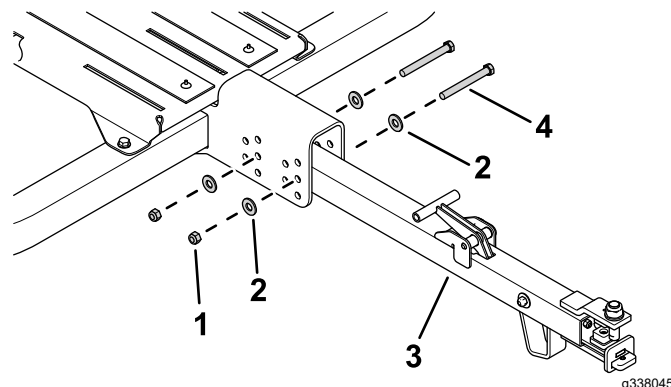

Bild 23
1. Verwenden Sie zwei Schrauben (7/16"), vier Unterlegscheiben und zwei Sicherungsmuttern, um die Anhängerkupplung am Hauptrahmen zu befestigen (Bild 23).